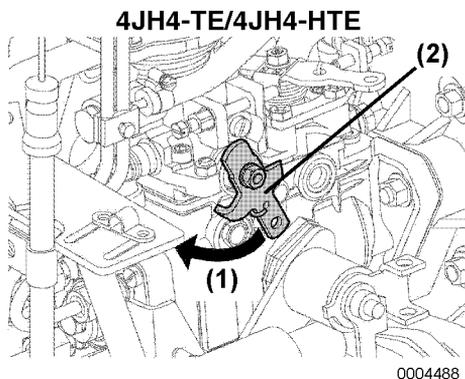

Abbildung 6
Wenn der Motor mit der Stopptaste nicht abgestellt werden kann, Motor abstellen durch Bewegen des Stopp-Hebels (**Abbildung 6, (2)**) von Hand nach links (**Abbildung 6, (1)**). Der Hebel ist an der Kraftstoffeinspritzpumpe montiert.